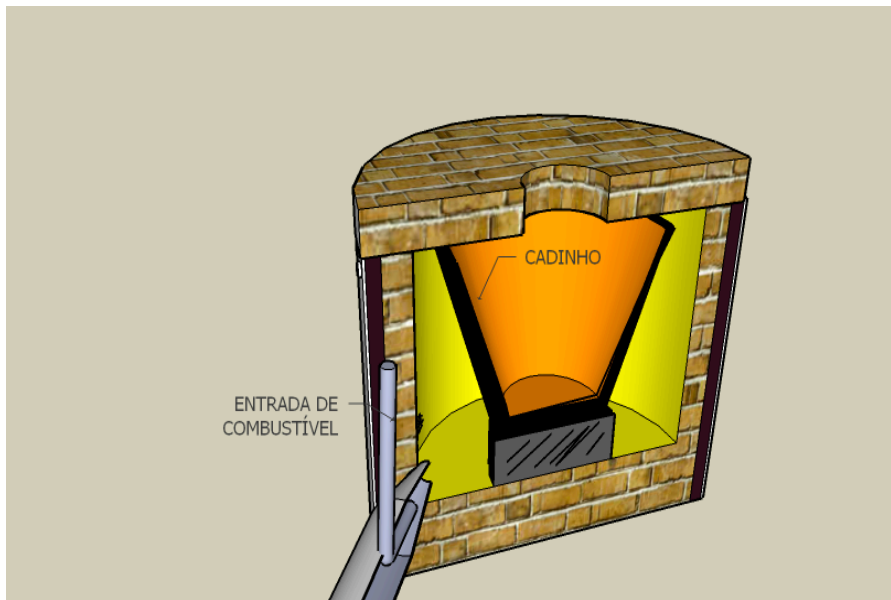

fig 14
- 2- Para cadinhos maiores, poderá ser no máximo 6 cm maior que a borda do cadinho. 3 cm de cada lado. fig 14
- 4- A tampa do forno tem que ficar aproximadamente à 2 a 3 cm no máximo da borda do cadinho. Fig 14